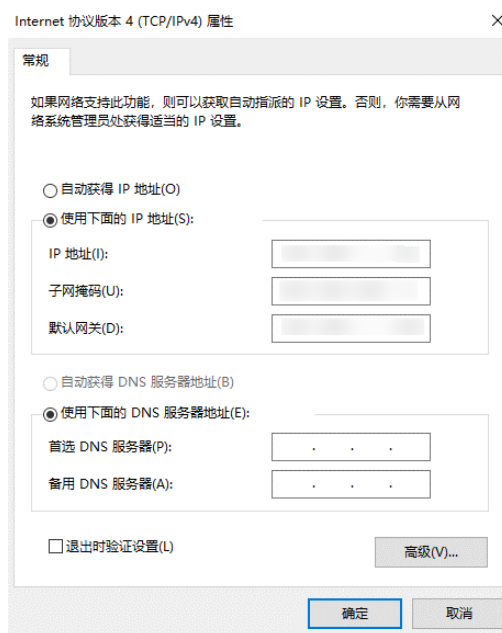

图3-2 本地网卡配置
2. 双击“Internet 协议版本 4”设置 PC 的 IP 地址。建议将 PC 的网口配置为静态 IP 地址,缩短设备搜索时间,如图 3-2 所示。